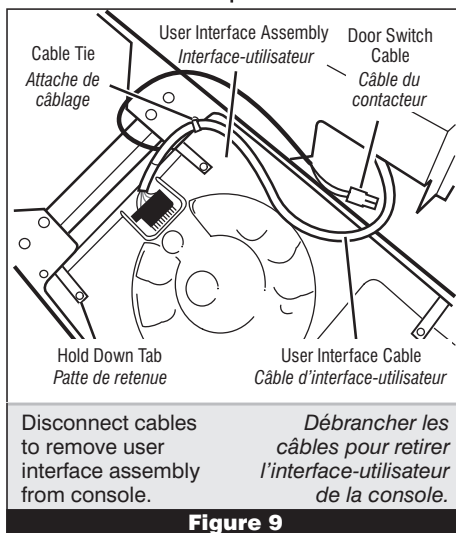

Figure 9
4. Disconnect the door switch cable from the control board and disconnect the UI (User Interface) cable from the UI. Also cut the cable tie holding the UI cable to the console. See figure 9.
5. Remove the hold down tabs. See figure 9.
4. Débrancher le câble du contacteur de la porte de la carte des circuits de commande, et déconnecter le câble de l'interface-utilisateur du module de l'interface-utilisateur. Couper également l'attache de câblage qui fixe le câblage de l'interface-utilisateur sur la console. Voir figure 9.
5. Enlever les deux pattes de retenue. Voir figure 9.